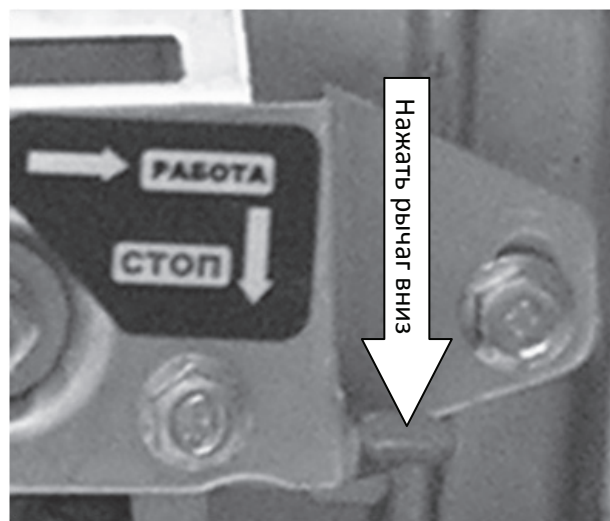

Рис.11
4. Нажмите вниз рычаг выключения двигателя(Рис.11)